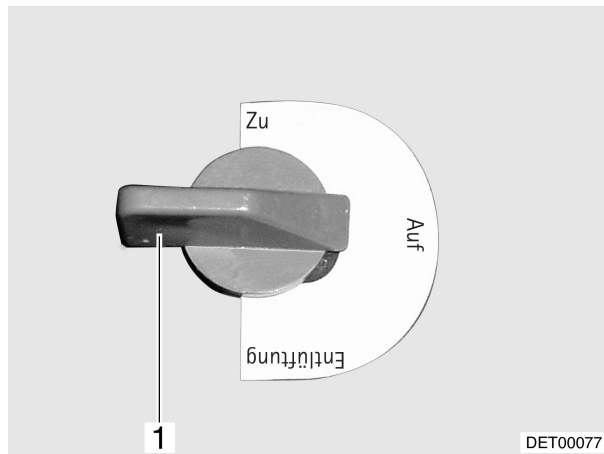

Bild 127 Ablaufhahn
- Zu: Die Nase des Ablaufhahns (Bild 127,1) zeigt in Fahrtrichtung.
- Ablaufhahn (Bild 127,1) in Stellung "Entlüftung" drehen.
- Ablaufhahn (Bild 127,1) in Stellung "Auf" drehen. Frischwasser läuft ab.